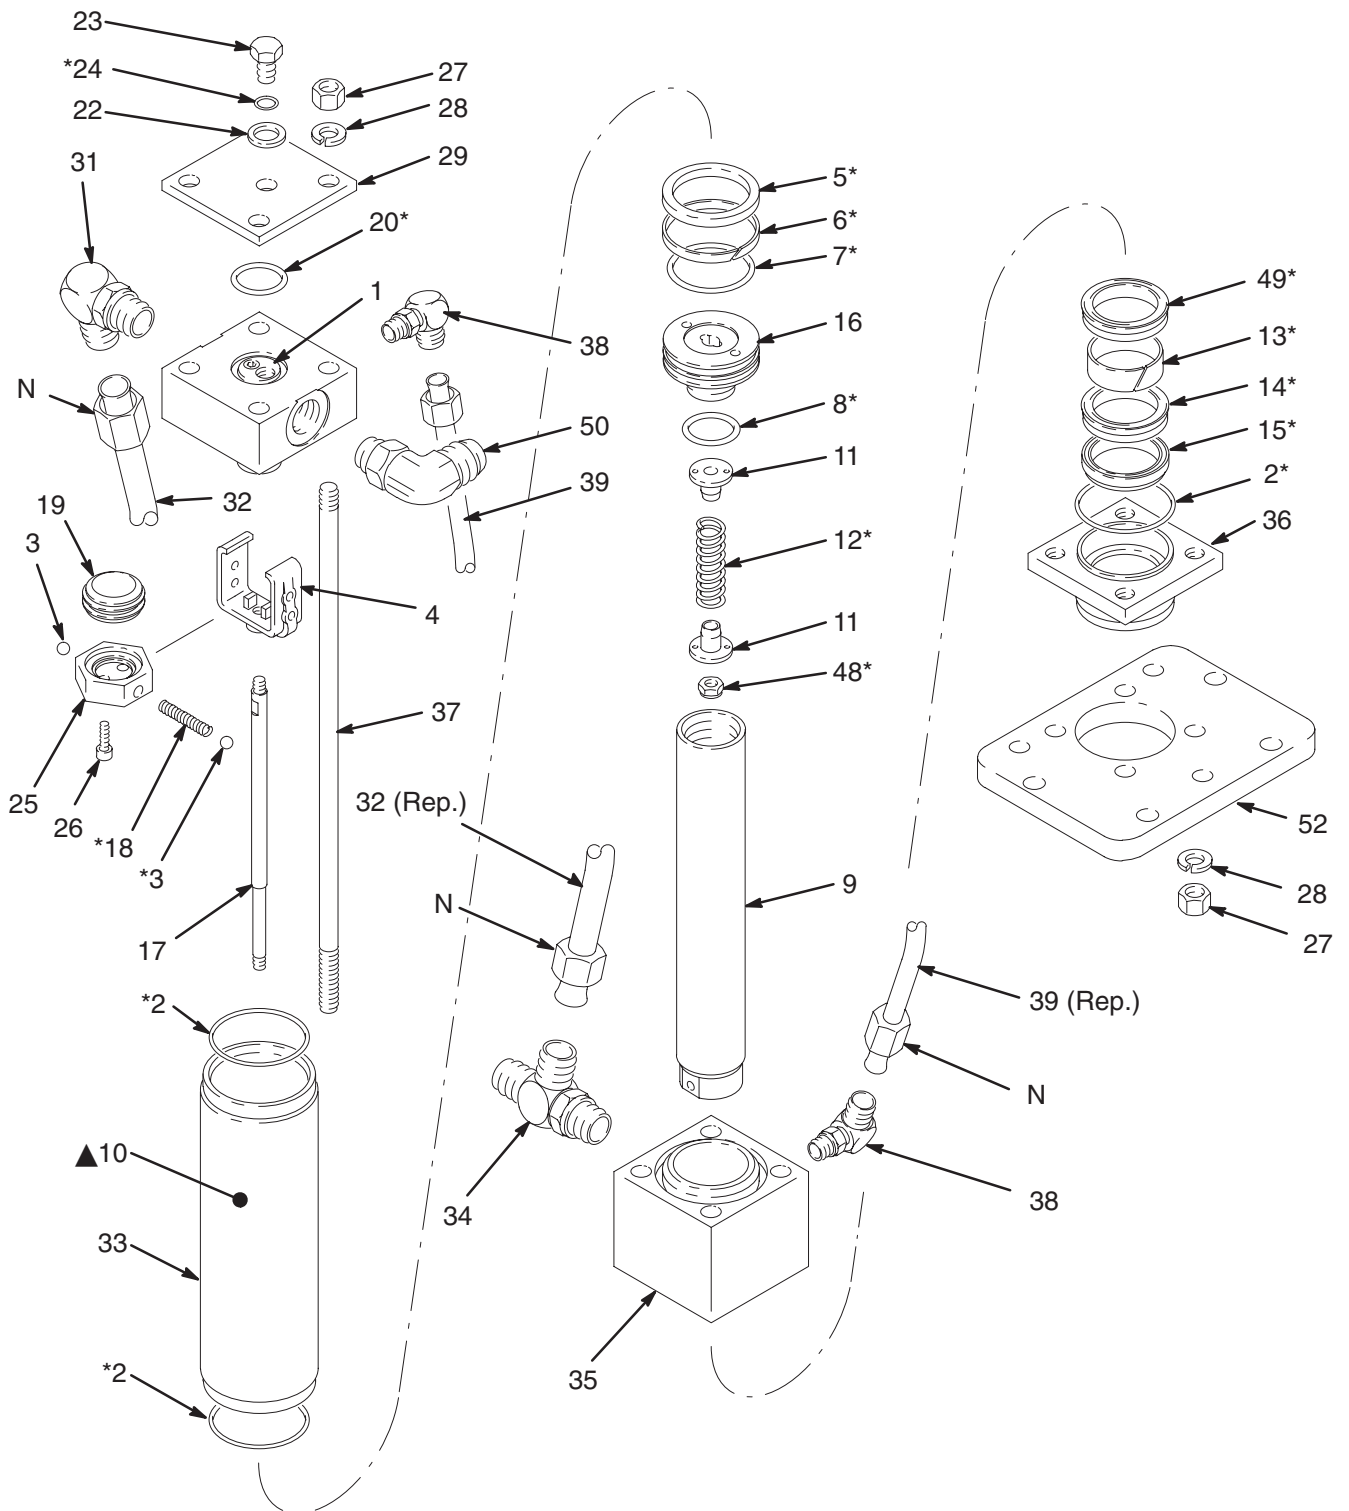

Fig. 1
2. Dévisser les tirants (37) hors de la plaque de fixation (36) et de la plaque d'assise et les sortir par le haut du moteur hydraulique. Il sera nécessaire d'enlever les quatre écrous (27) et rondelles d'arrêt (28) inférieurs.
3. Dévisser les quatre écrous (N) et démonter les tuyaux produit (32, 39). Voir Fig. 1. Laisser s'écouler l'huile en excès du moteur hydraulique, puis boucher les raccords.
- b. Introduire le ressort (18\*) et une bille (3\*) dans la butée de vanne (25). Incliner la butée de la vanne et commencer à l'insérer dans l'outil en veillant à ce que la bille s'engage dans la rainure arrondie de l'outil.
- c. Mettre la seconde bille (3\*) à l'autre extrémité du ressort (18\*) et l'enfoncer avec le pouce en faisant pivoter la butée (25) jusqu'à ce que le ressort soit à l'horizontale et les billes en place. Continuer à tenir l'ensemble.
- d. Placer les bouts recourbés de l'étrier en face de la gorge de la chemise, puis serrer sur les deux ensembles. Veiller à ce que les billes s'engagent dans les trous de verrouillage supérieurs (H) de l'étrier (4) et les bouts recourbés de l'étrier dans la gorge de la chemise (19). Pour retirer l'outil, le faire glisser au-dessus de la tige d'inversion (17).
11. Mettre le fond du cylindre (35) dans un étau. Déposer le joint torique (2\*) dans le fond du cylindre. Placer le cylindre (33) sur le fond.
12. Placer le joint torique (2\*) dans le tiroir cylindrique de vanne (1) supérieur. S'assurer que les raccords hydrauliques (31, 34 et 38) sont bien orientés comme indiqué à la Fig. 1, puis faire coulisser la tige de piston (9) et le piston (16) dans le cylindre (33) jusqu'à ce qu'il soit bien en place dans la culasse.